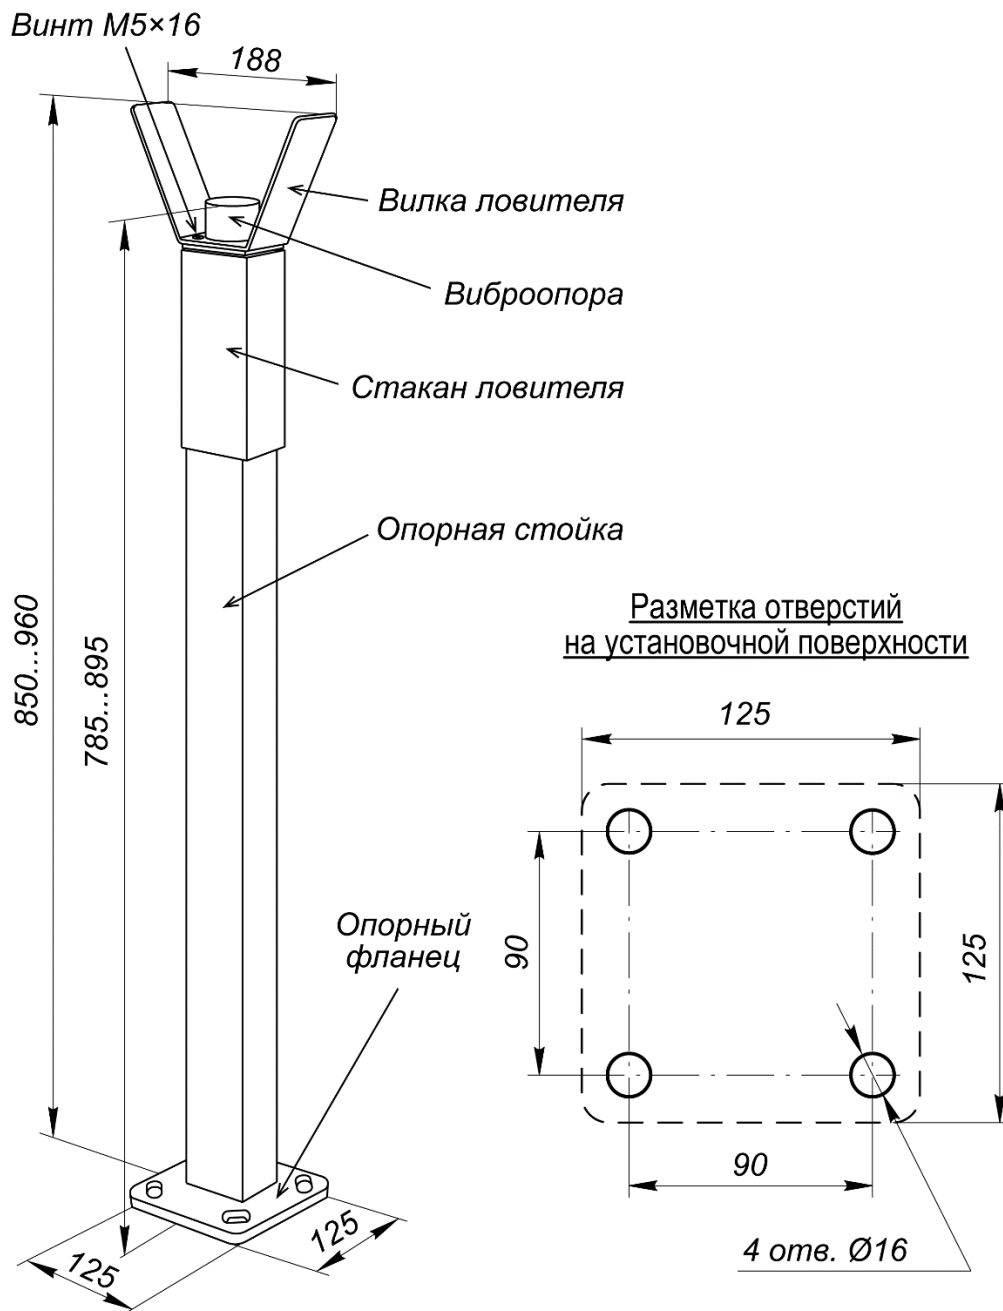

Рисунок 20. Внешний вид опорной стойки с ловителем стрелы **PERCo-GBS1**
При необходимости, а также при длине стрелы более 3 метров, устанавливается опорная стойка с ловителем стрелы **PERCo-GBS1** (входит в дополнительный комплект поставки). Опорная стойка **PERCo-GBS1** состоит из стойки прямоугольного сечения с опорным фланцем и ловителя стрелы (см. рис. 20).
1. Выполните в установочной поверхности отверстия в соответствии с разметкой (см. рис. 20). Ось опорной стойки должна совпадать с продольной осью стрелы шламбаума (обращаем внимание, не с осью стойки шламбаума!, см. рис. 8).